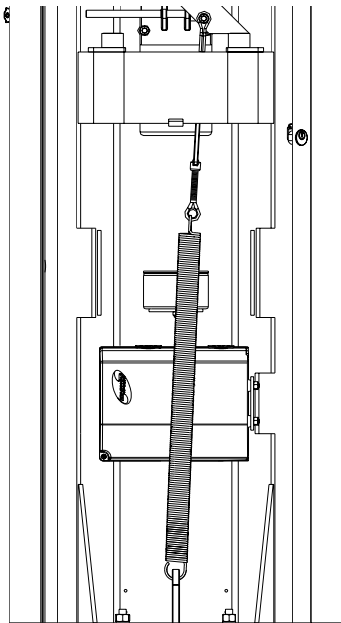

Abb. 8
- Will man die Öffnungsrichtung umkehren, so ist die Federführung in entgegengesetzte Stellung zu bringen (Abb.8). Der Motoranschluss an der Steuerung muss ebenfalls umgekehrt werden (Abb.9).